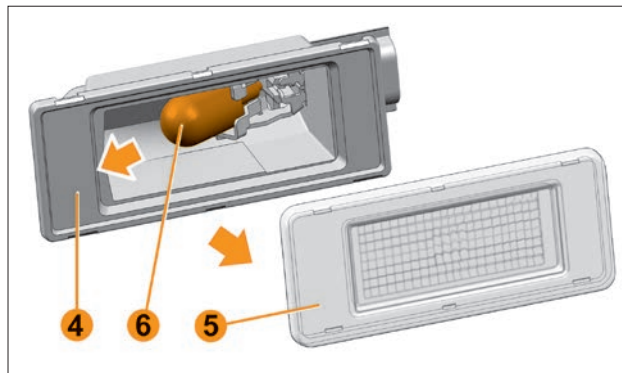

Рис. 6.12.8. Замена ламп в фонарях освещения номерного знака
- извлеките лампу **6** (рис. 6.12.8) для замены, потянув её из посадочного места;